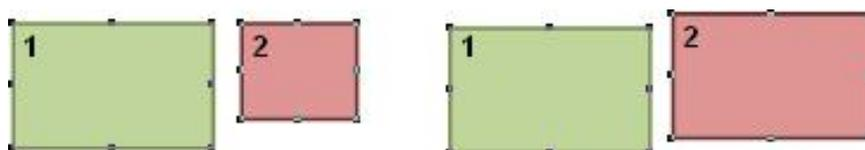

Рисунок 278 – Команда «Выровнять по размеру»
**Команда «Выровнять по размеру»** позволяет выравнивать элементы по размеру первого выбранного элемента (рисунок 278).